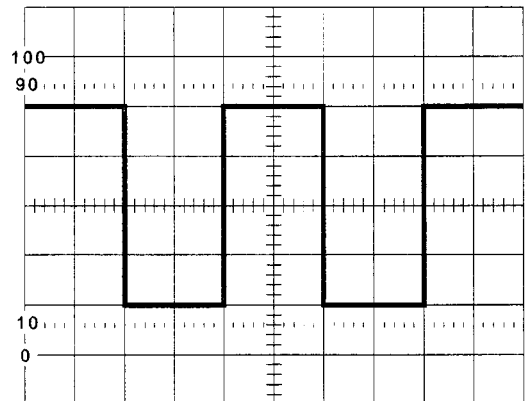

Abbildung 8.1-1
- 5.) Für die Anpassung des Tastkopfes befindet sich ein kleiner Trimmer am Griffteil oder direkt am BNC-Stecker. Verdrehen Sie den Trimmer langsam, bis das Signal der **Abbildung 8.1-1** optimale Anpassung entspricht.